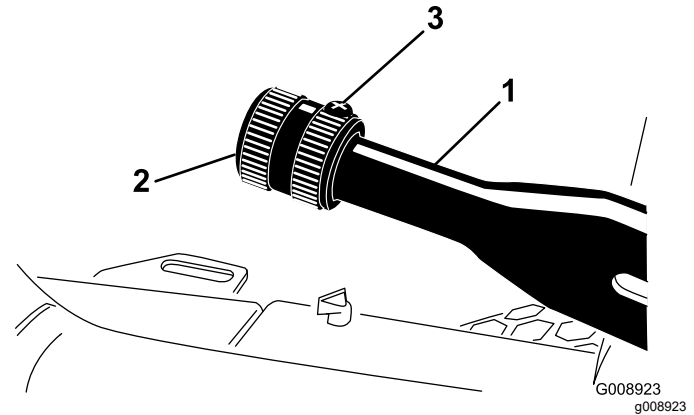

Figura 79
2. Afrouxe o parafuso de ajuste que prende o botão à alavanca do freio de mão (Figura 79).